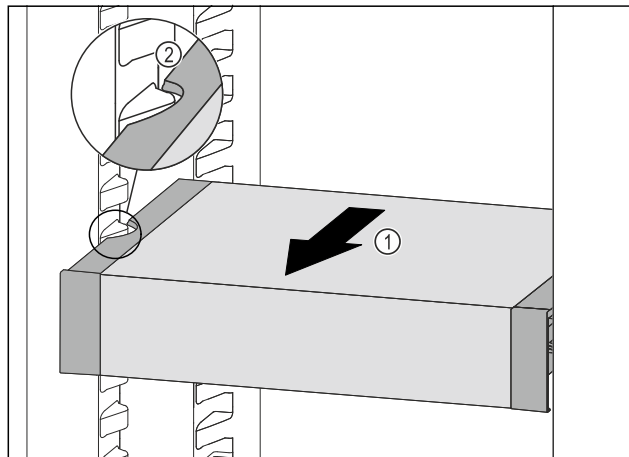

Fig. 209
- Τραβήξτε το VarioSafe προς τα εμπρός Fig. 209 (1), μέχρι οι πλευρικές εσοχές του VarioSafe να βρίσκονται στο ύψος της ραβδωτής επιφάνειας του δοχείου στο τμήμα συντήρησης. Fig. 209 (2)